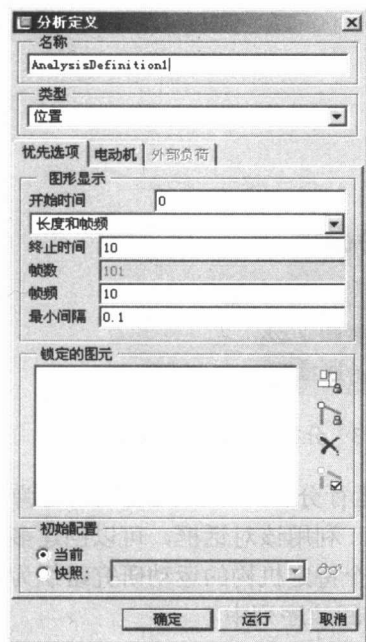

图 1-14 “分析定义”对话框
① **机构分析 (Mechanism Analysis)**  定义并运行分析。单击此选项, 将弹出如图 1-14 所示的“分析定义 (Analysis Definition)”对话框。利用该对话框, 可以创建多个分析定义, 使用不同的电动机或力, 锁定不同图元, 以将某个特定机构的运动研究组织为独特的研究, 而不必建立单独的组件模型。每个结果都保存在回放序列中。